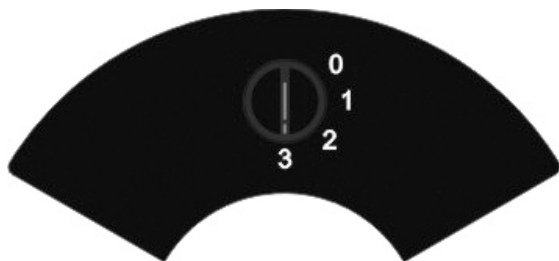

Fig. 1
- Seleccione la velocidad a la que desea que funcione el aparato, haciendo girar el selector de velocidad (Fig. 1), según los siguientes valores: